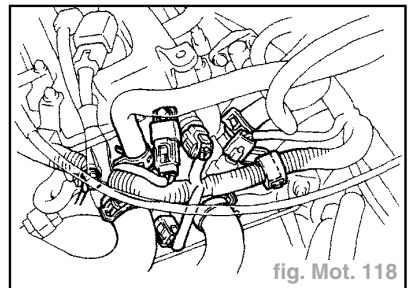

fig. Mot. 118
- Débrancher les 2 durits de radiateur et les 2 tuyaux de chauffage (fig. Mot. 118).